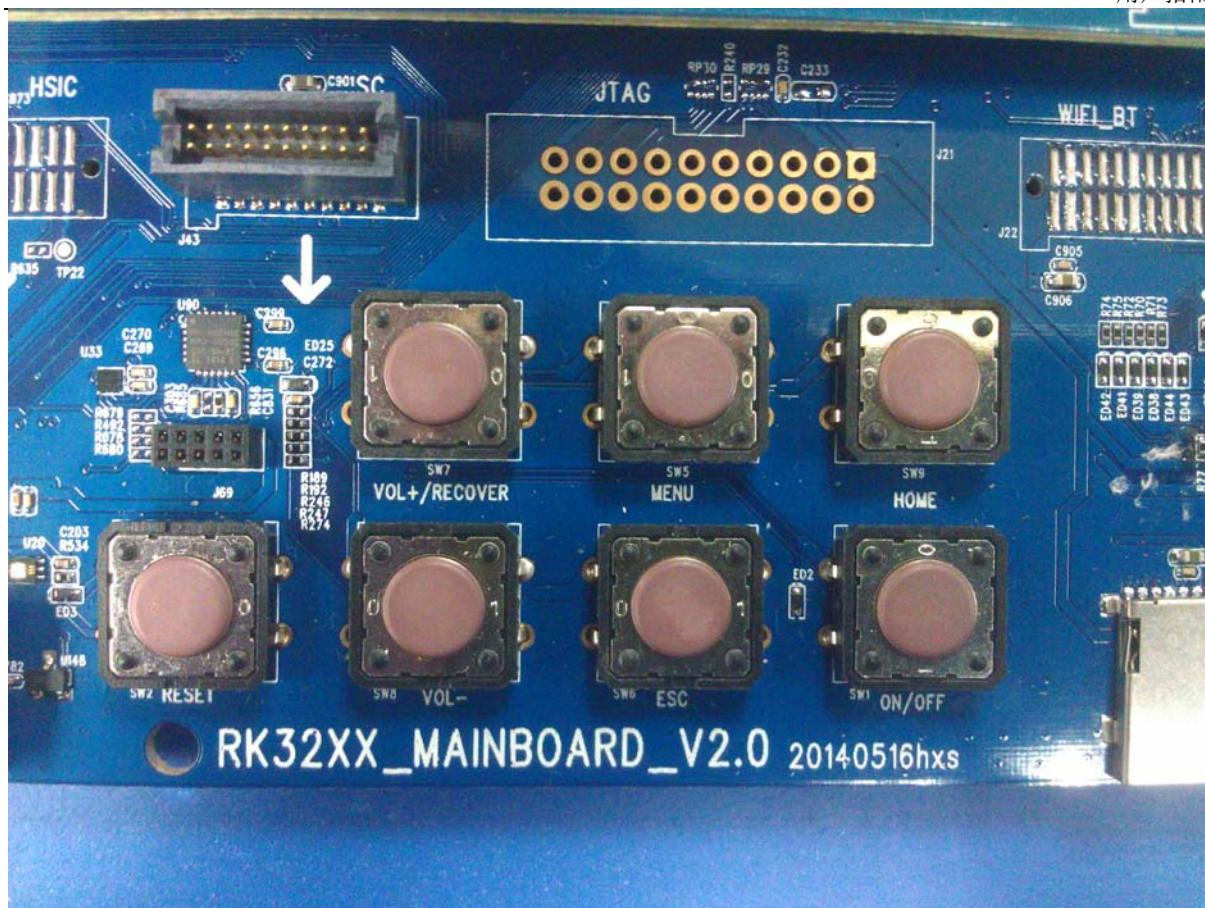

图 17 SDK开发板按键组合
1. 开发板提供ADC检测作为按键组合应用(图17)，使用RK3288 ADC_IN1作为检测口，支持10位分辨率。